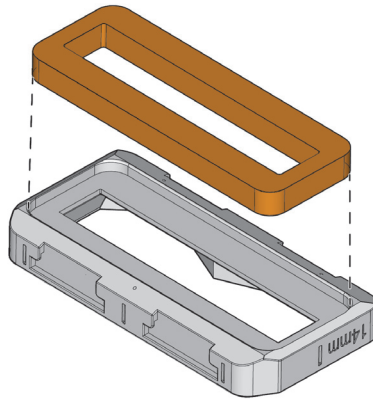

图 5-2 新的泡棉垫圈和延迟块板
6. 将新的泡棉垫圈安装到延迟块板上（参见第70页的图 5-2）。